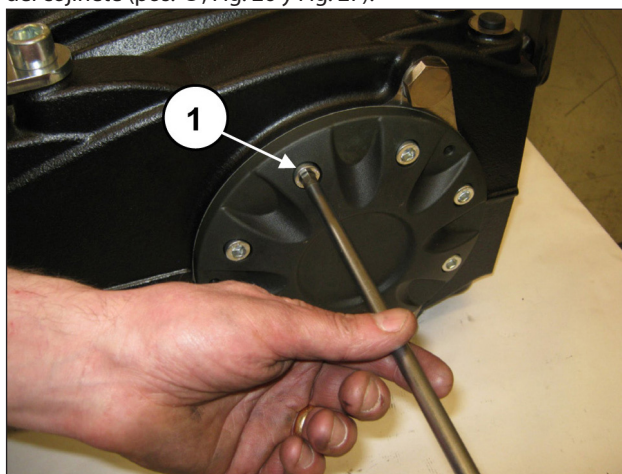
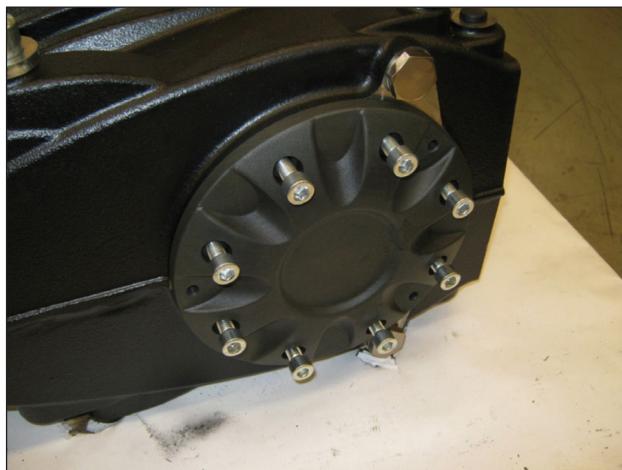

Fig. 26
Fig. 27
En la parte opuesta, extraer los tornillos de fijación de la tapa del cojinete (pos. ①, Fig. 26 y Fig. 27).